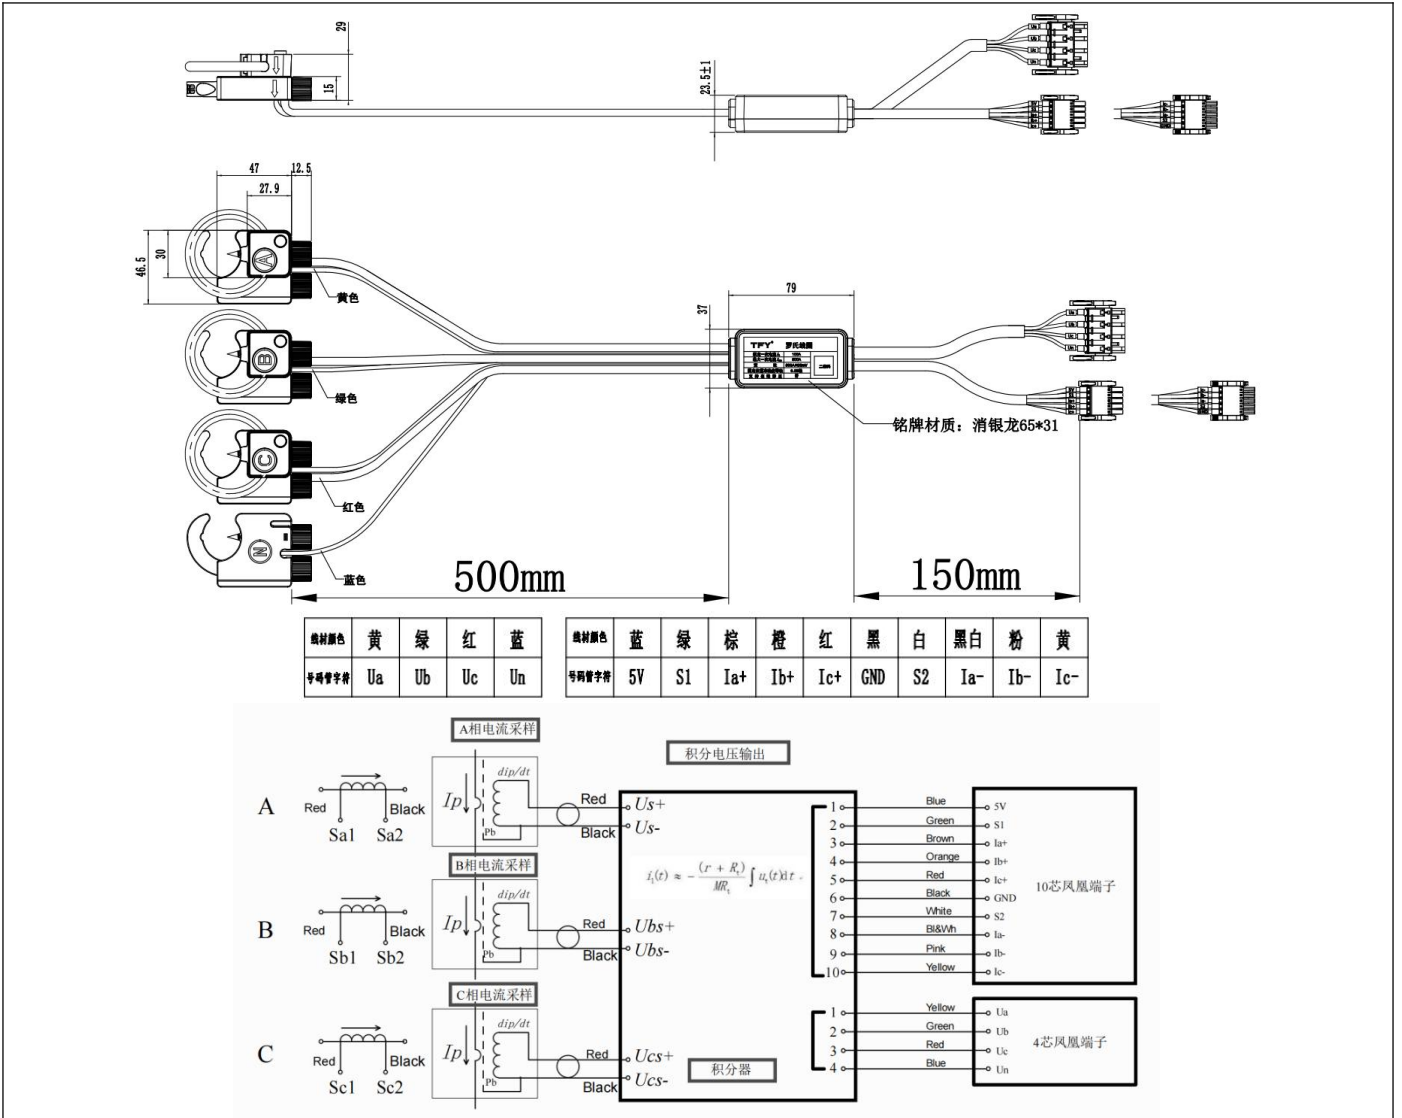

图 4
- 信号线输入长度/积分器信号输出线长度----- 见图 4
- 输出端子----- 见图 4